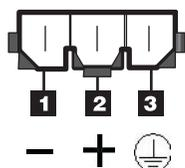

Figura 14. Conector de energia DC - posições do pino
- b. Conecte o cabo de energia dc à fonte de alimentação. Consulte Figura 14 e Tabela 1 para obter as posições do PINO do conector da fonte de alimentação dc.